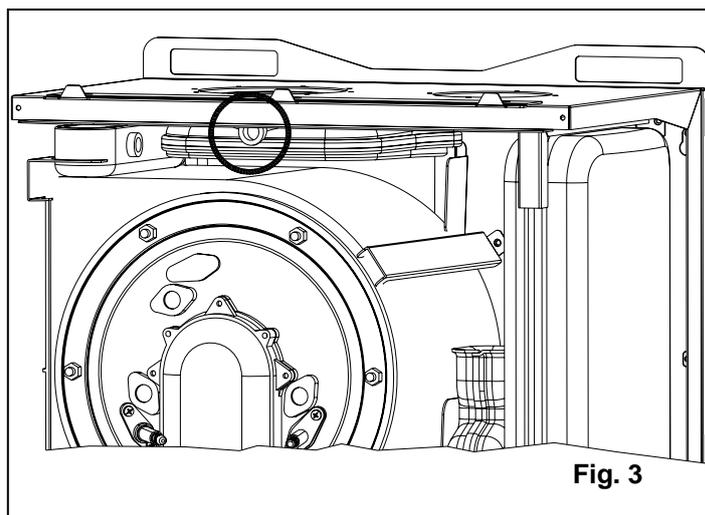

Fig. 3
«Chaudière en fonctionnement, lire la fréquence à l'aide d'un fréquencemètre sur le bornier fréquencemètre voir Fig. 3 page 34»
«Chaudière en fonctionnement, lire la fréquence à l'aide d'un fréquencemètre sur le bornier fréquencemètre voir Fig. 3 page 34 »
-Insérer l'analyseur dans la prise de fumées (Fig. 3 ci contre) pour contrôler la valeur de CO2 et s'assurer que cette valeur est conforme à ce qui est indiqué dans le tableau 1 ci dessous